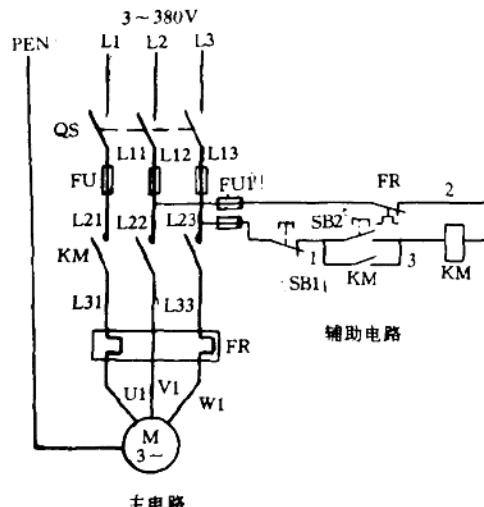

图 1-1 电动机启动控制电气原理图
如图 1-1 所示为鼠笼式电动机启动控制电气原理图。图中左侧粗实线图是主电路,右侧细实线图是辅助电路。主电路的构成:三相电源经开关 QS→熔断器 FU→交流接触器主触头 KM→热继电器发热元件 FR→电动机 M。辅助电路的构成:停止按钮 SB1→启动按钮 SB2→
在绘制电气原理图时，有时将同一元件分解成几个部分，画在不同的回路中，但以同一文字符号标注，如图 1-1 中，接触器的主触头、辅助触头、线圈均用“KM”标注，热继电器的发热元件和动断触头均用“FR”标注。回路的排列，通常根据元件的动作顺序或电源到用电设备的元件连接顺序，水平方向从左到右、垂直方向从上到下画出。了解电气原理图的基本画法后，就容易看懂电路的构成情况，搞清电器元件间的相互控制关系，掌握电气基本原理。这对分析电路的工作过程、进行电气施工以及维修都是非常重要的。
1. 电动机启动控制电气原理图(如图 1-1 所示)